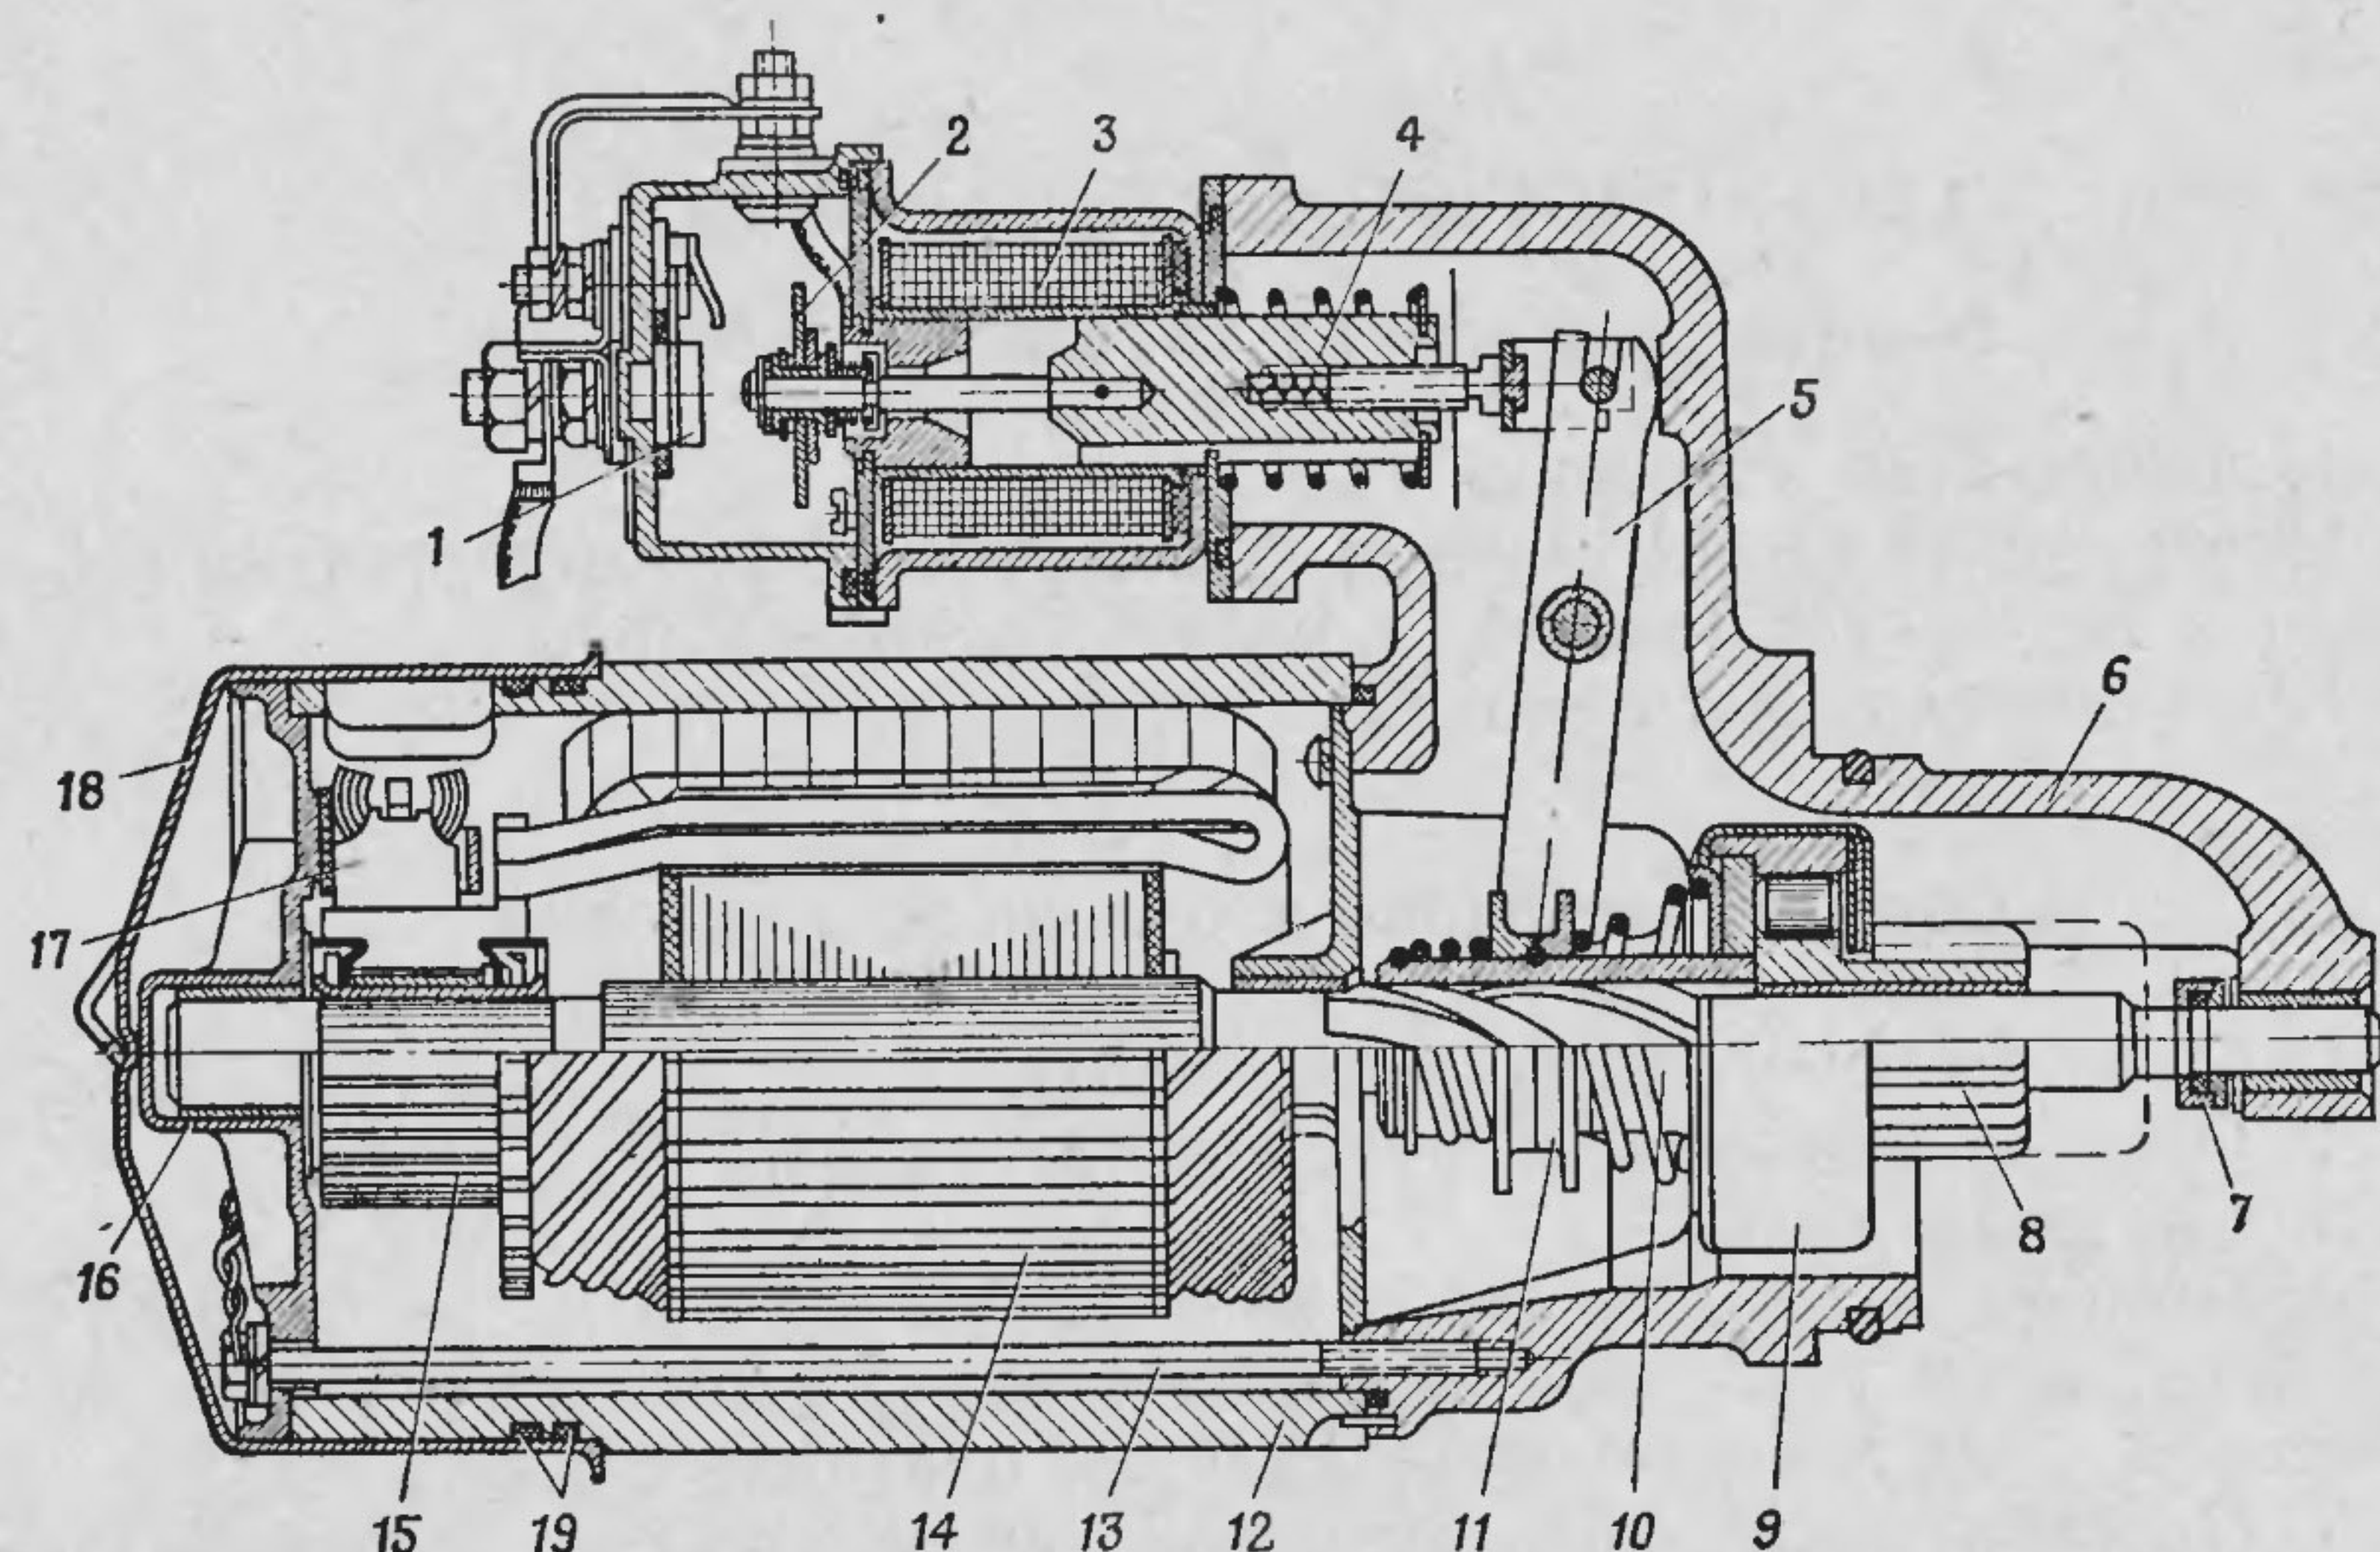

Рис. 48. Стартер:
4. Отвести в сторону скобу крепления колпака и снять защитный колпак 18 (рис. 48). Снимать защитный колпак, постукивая молотком через медную прокладку по буртику колпака.